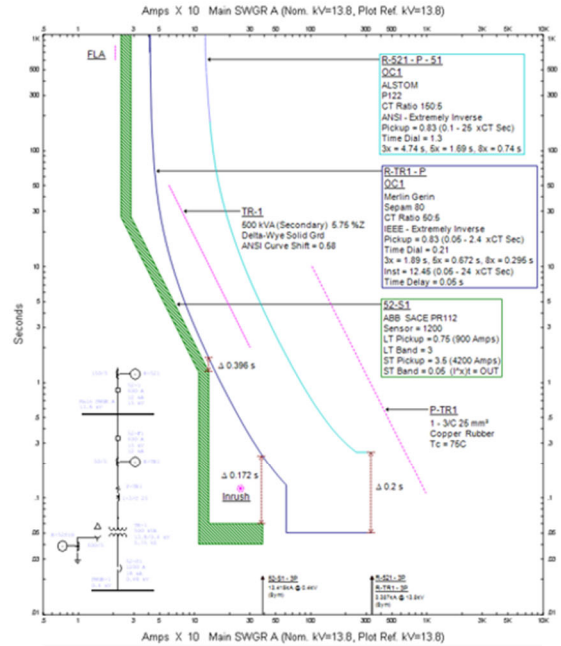

図2：変圧器系統の保護協調の例
- ③ 変圧器の突入電流、電動機の始動電流、瞬低後の電動機群の順序始動電流などによって、保護装置が誤って動作することが無いように設定する。（図2参照）